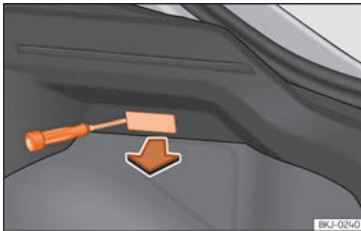

Abb. 58 Gepäckraumleuchte*
- Nehmen Sie das Lampenglas der Glühlampe durch Druck mit einem Schraubenzieher auf dessen Unterkante ab »» **Abb. 58**.